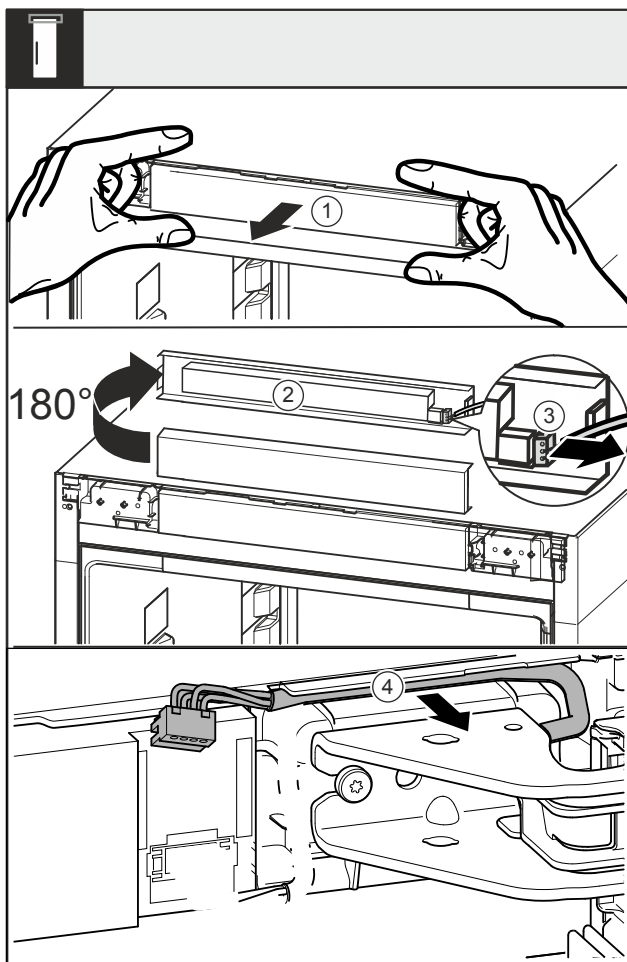

Fig. 16
- Atbrīvojiet aizsegu Fig. 16 (1) uz priekšu.
- Pagrieziet aizsegu Fig. 16 (2) uz augšu par 180°.
- Spiediet spraudņa fiksācijas izcilni Fig. 16 (3) uz aizmuguri un uzmanīgi izvelciet spraudni.
- Atbrīvojiet kabeli Fig. 16 (4) virs gultņa balsta no vadotnes.